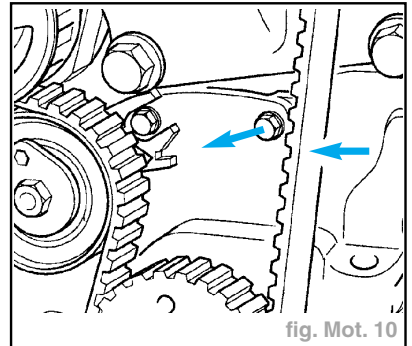

fig. Mot. 10
- noter la position du taquet du galet-tendeur (flèche). Appuyer fortement sur la courroie crantée avec le pouce. Le taquet doit se déplacer (fig. Mot. 10),